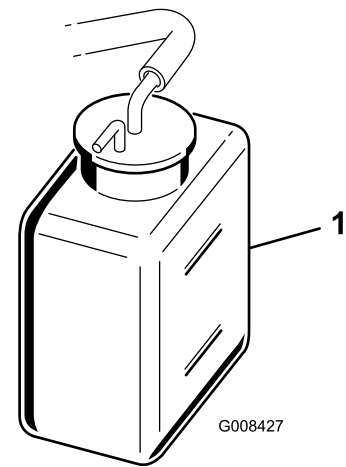

**Figura 40**
1. Rimuovete la griglia del radiatore (Figura 40).
2. Controllate il livello del refrigerante (Figura 40 e Figura 41).